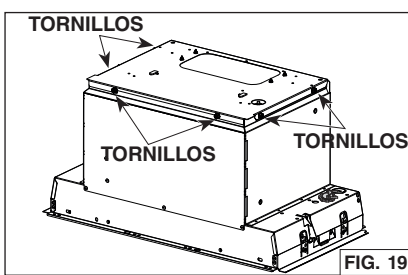

FIG. 19
7. Quite los 6 tornillos (2 en la parte delantera y 2 por lado) manteniendo la placa de soporte del ventilador a la parte superior del aparato (FIG. 19). Levante cuidadosamente el ventilador y la placa de soporte y póngalos a un lado. El ventilador con su placa luego se reinstalará en el aparato.